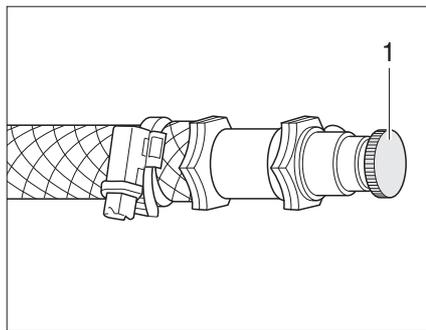

Fig. 153 Soupape de purge pour le chauffage à eau chaude
- Ouvrir la soupape de purge (Fig. 153,1) et la laisser ouverte, jusqu'à ce l'air soit complètement évacué du circuit.